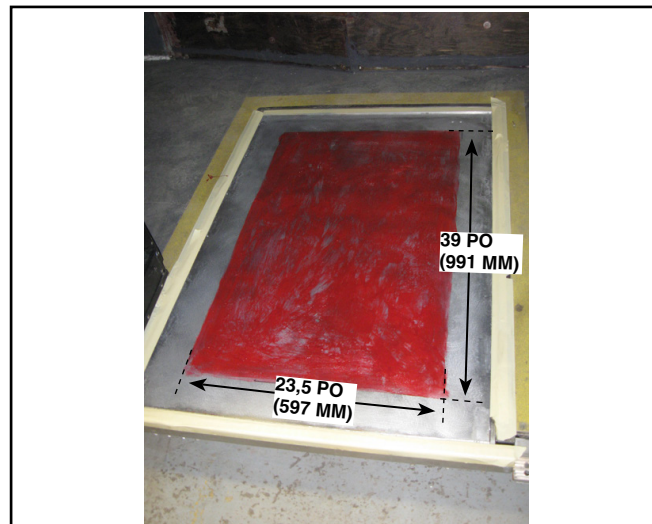
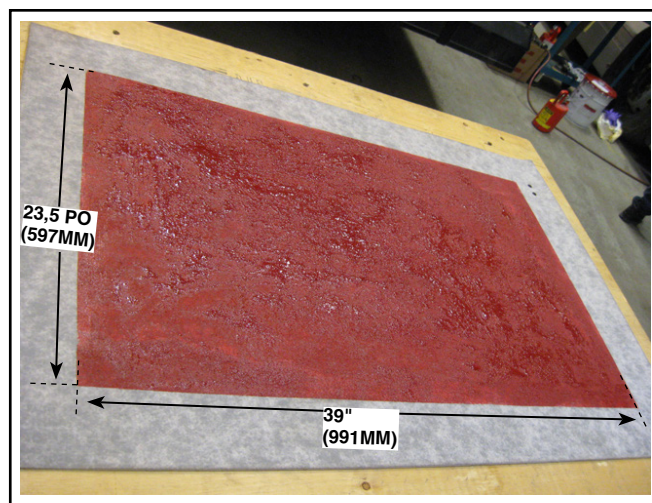

Figure A8 - Colle à l'endos du revêtement de plancher
Figure A9 - Colle à l'endos du revêtement de plancher
1. Vaporiser la colle contact **ADCHEM** au centre du plateau et du revêtement, selon les dimensions indiquées en Figure A8 et Figure A9.